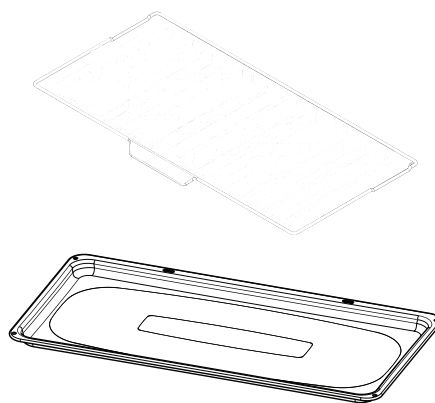

Figure 13: Bac Air Fry et Bac Goutte À Goutte.
- Lorsque vous utilisez Air Fry, placez les aliments sur la grille 4 pour de meilleurs résultats. Placez le bac d'égouttage sur la position du rack 3 pour attraper les miettes ou les gouttes. Voir figure 13 pour le bac Air Fry et le bac goutte à goutte.